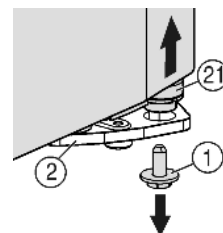
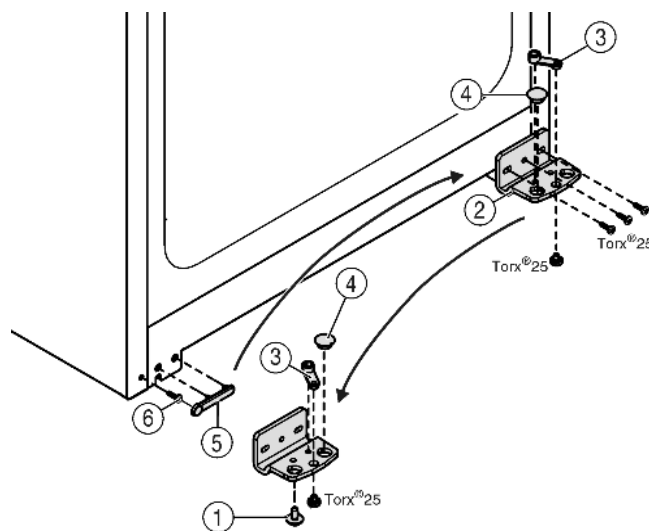

Fig. 5
Fig. 6
- ▶ Deșurubați șurubul de siguranță Fig. 5 (1) din partea inferioară dreapta a suportului de lagăr.
- ▶ Bulonul lagărului Fig. 5 (21) se extrage din suportul de lagăr Fig. 6 (2).
- ▶ Dacă bulonul lagărului Fig. 5 (21) nu poate fi demontat, presați-l din partea inferioară.
- ▶ Deșurubați suportul de lagăr Fig. 6 (2).
- ▶ Deșurubați piesa suport Fig. 6 (3) și montați-o invers în orificiul de preluare a suportului lagărului, strângeți din nou fix.
- ▶ Extrageți dopul Fig. 6 (4) din suportul de lagăr și introduceți-l în orificiul de preluare diametral opus.
- ▶ Ridicați cu atenție capacul Fig. 6 (5) din partea mânerului.
- ▶ Deșurubați șurubul Fig. 6 (6) și mutați-l pe latura opusă.
- ▶ Așezați la loc capacul Fig. 6 (5).
- ▶ Reștrângeți suportul de lagăr Fig. 6 (2) pe noua latură (**cu 4 Nm**) dacă este cazul cu ajutorul unei mașini de înșurubat.
- ▶ Introduceți șurubul de siguranță Fig. 5 (1) jos, în bolțul lagărului și strângeți-l (cu 4 Nm).